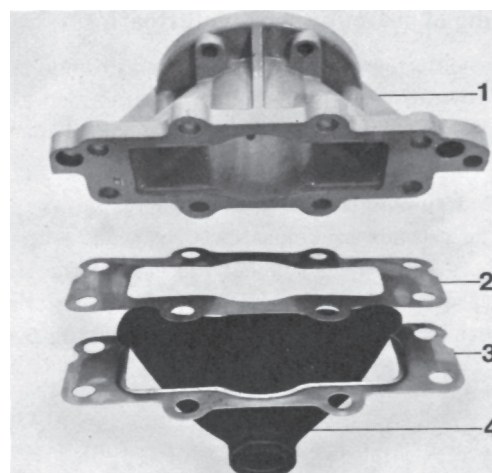

Fig. 39. Skyddsbälg för lyftgaffel
1. Stryk tätningsmedel av icke torkande typ på båda sidor av de båda stålbrickorna. Skyddsbälgen (4 fig. 39) skall monteras mellan de två stålbrickorna (2 och 3). Placera stålbrickan (3) så att den nedpressade kanten passar in i motsvarande urtag i skölden. Lägg på skyddsbälgen så att dess gjutna svulst passar in i stålbrickans nedpressade kant samt placera den plana stålbrickan (2) på översidan. Montera därefter mellanstycket (1) och drag fast de åtta skruvarna. Montera trimindikatorn. Kontrollera i samband därmed att tätningen för vajern är monterad i mellanstycket samt att vajern löper lätt.